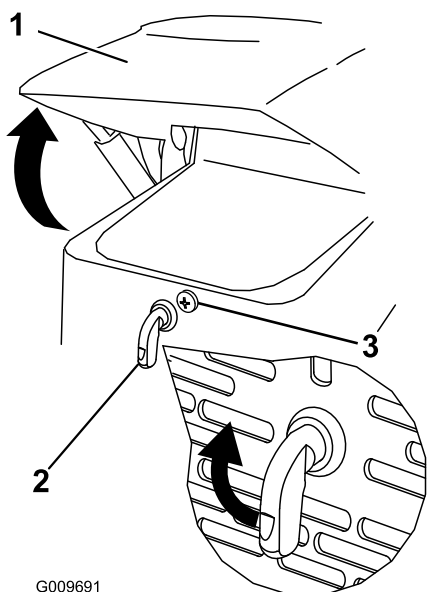

Figura 22
1. Afloje el tornillo de bloqueo del capó (Figura 22).
2. Gire el cierre del capó en el sentido de las agujas del reloj (Figura 22).
3. Levante el capó (Figura 22).
3. Apriete el tornillo de bloqueo del capó para bloquear el cierre (Figura 22).